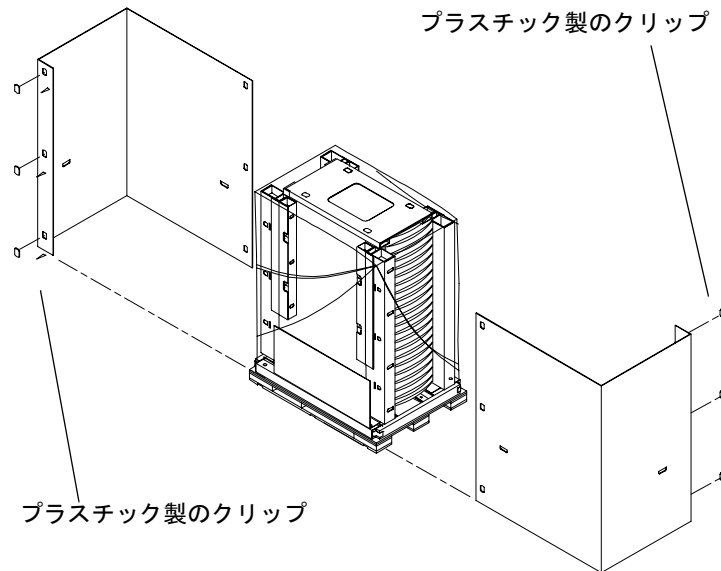

図3-2 Sun Fire キャビネットの開梱 — 手順2
- 出荷用梱包箱の2つの本体枠を固定しているプラスチック製のクリップを取り外します(図3-2)。